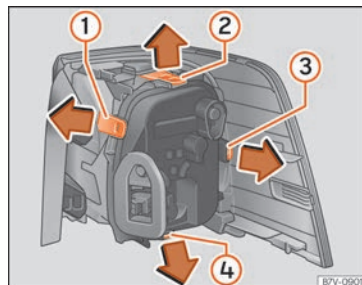

Fig. 71 Grupo óptico trasero en la carrocería: desmontaje del portalámparas.
- Para desbloquear el portalámparas, presione las lengüetas de bloqueo » **fig. 71** **1** a **4** en el sentido de la flecha.